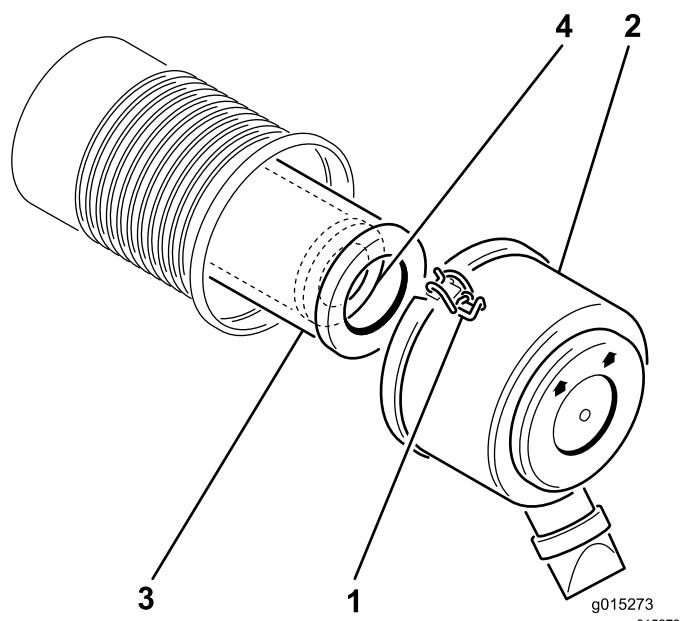

Figura 14
4. Deslize suavemente o filtro principal para fora da estrutura do filtro (Figura 14).
- Se substituir o filtro de segurança, deslize-o cuidadosamente para o corpo do filtro (Figura 14).
- Deslize cuidadosamente o filtro principal sobre o filtro de segurança (Figura 14).
- Instale a tampa do filtro de ar com o lado indicado como up virado para cima e aperte os trincos (Figura 14).